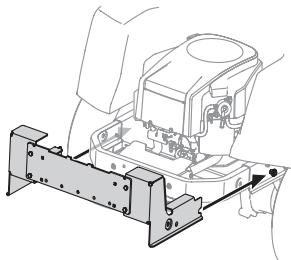

Figure 2
- Faites glisser le support de montage sur les rails du châssis de l'appareil jusqu'à ce que les crochets du support de montage sont alignés sous les boulons à épaulement de l'appareil. Voir Figure 2.